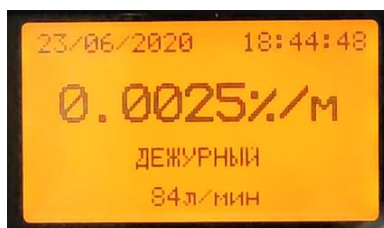

Рис. 5. Дисплей извещателя в дежурном режиме
4.3 Индикация дисплея в дежурном режиме приведена на рис. 5. На дисплее отображаются дата, время, фоновое значение удельной оптической плотности (%/м), режим работы и величина воздушного потока (л/мин).